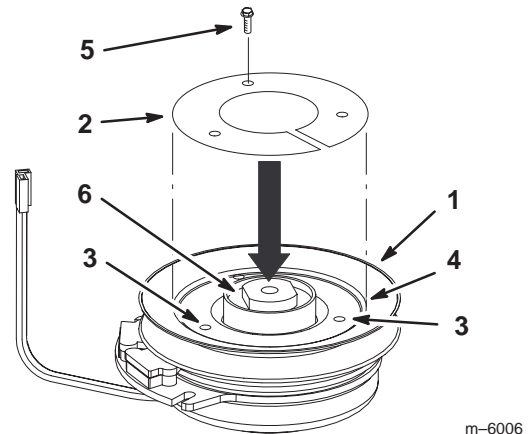

Bild 4
6. Setzen Sie die Schablone in die Kupplungsscheibe ein. Der Außendurchmesser sollte mit der Innenseite des Kupplungsflansches ausgerichtet sein (Bild 4).
7. Bohren Sie mit der Schablone ein 3 mm Testloch in die Scheibe (Bild 4).
8. Setzen Sie die Schraube (Nr. 6 x 1/2 Zoll) in das 3 mm Loch ein (Bild 4). Damit verrutscht die Schablone nicht, wenn Sie die anderen zwei Löcher bohren.
9. Bohren Sie mit der Schablone die anderen zwei 3 mm Testlöcher in der Scheibe (Bild 4).
10. Entfernen Sie die Schablone und die Schraube (Nr. 6 x 1/2 Zoll) und werfen Sie sie weg (Bild 4).
11. Bohren Sie drei Löcher mit einem Durchmesser von 9 mm in die 3 mm Testlöcher (Bild 4).